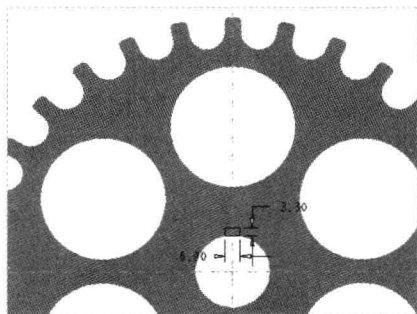

图 17-58 绘制截面 3
Step 11 采用与上同样的方法, 使用“拉伸”命令, 弹出“拉伸”选项卡, 在绘图区选择合适的平面作为草绘平面, 进入草绘环境; 单击“草绘”选项卡中的相应按钮, 绘制截面, 如图 17-58 所示, 单击“关闭”面板中的“确定”按钮 , 完成截面绘制并退出草绘环境。